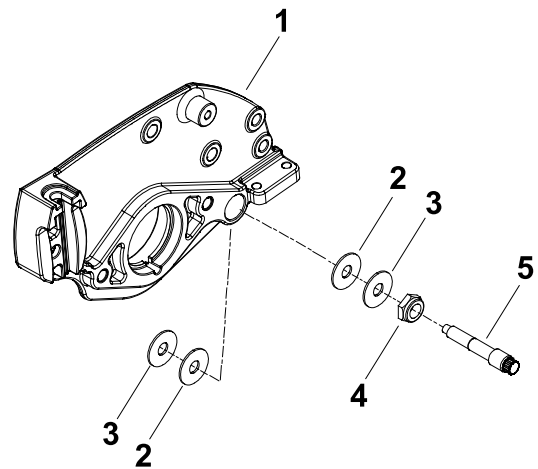

Figura 13
7. Deslize uma anilha de metal e, em seguida, uma anilha de plástico em cada parafuso inclinado da barra de segurança (Figura 13).
8. Posicione uma anilha de metal e uma anilha de plástico entre a barra de segurança e cada placa lateral da unidade de corte (Figura 13).
9. Instale os conjuntos dos parafusos inclinados da barra de segurança (Figura 13).